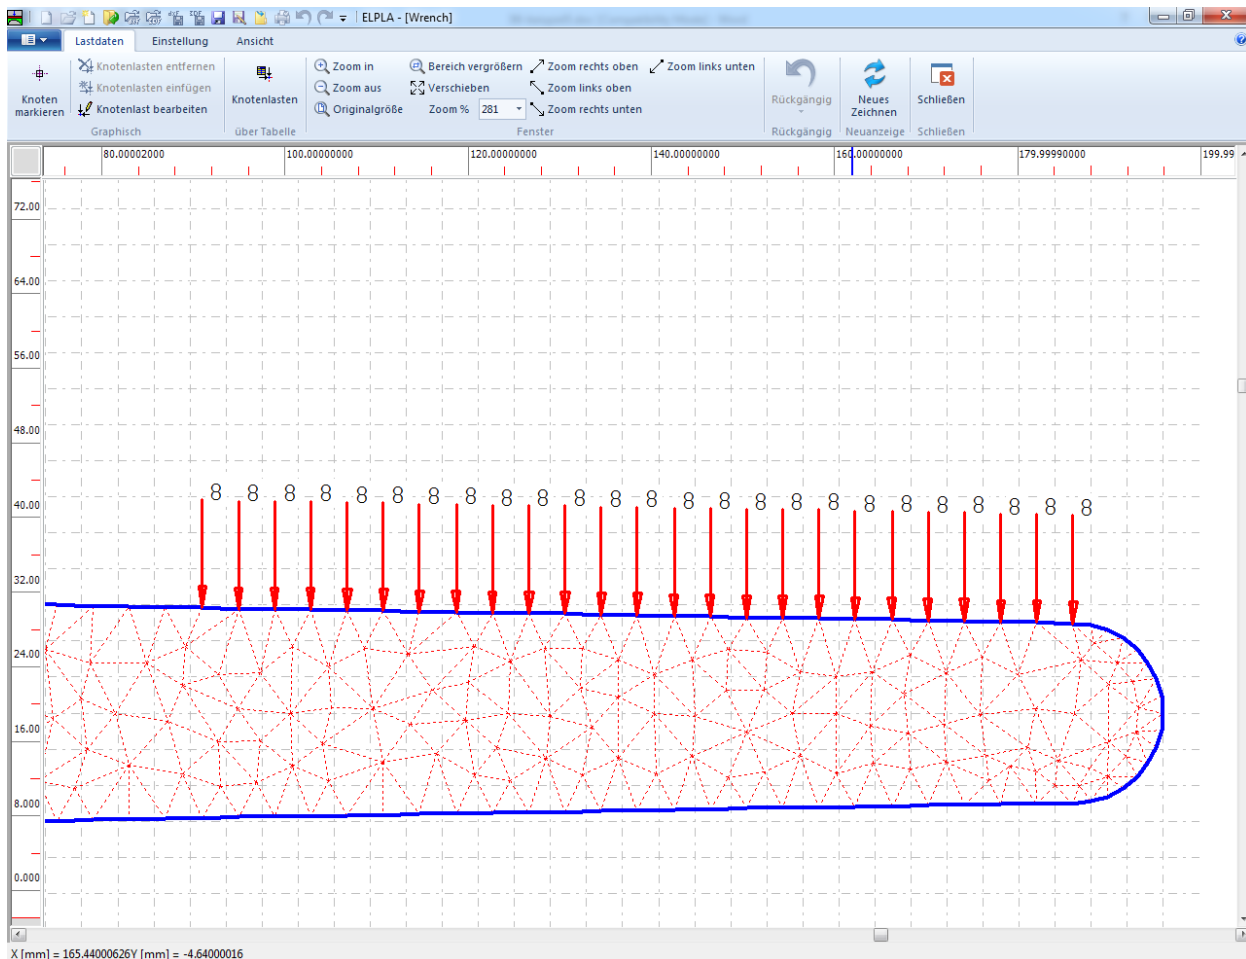

Bild 5.28 Knotenlasten auf dem Bildschirm
Nach der Definition der Knotenlast sollte der Bildschirm wie das folgende Bild 5.28 aussehen.
- Wählen Sie den Befehl "Speichern" aus dem "Datei"-Menü im Bild 5.28, um die Lastdaten zu speichern